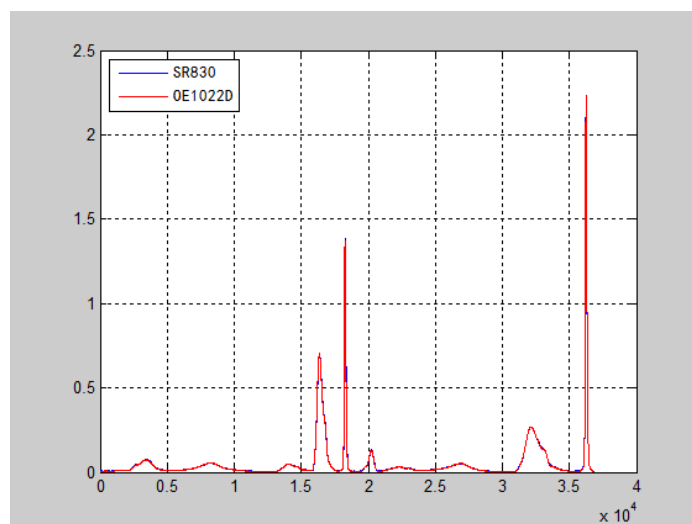

图104. 两台锁放测得的光谱曲线对照图
5. 将 OE1022D 替换为 SR830，在相同的参数设置下进行同样的光谱测量实验，得到的光谱曲线对照图 104 如下：